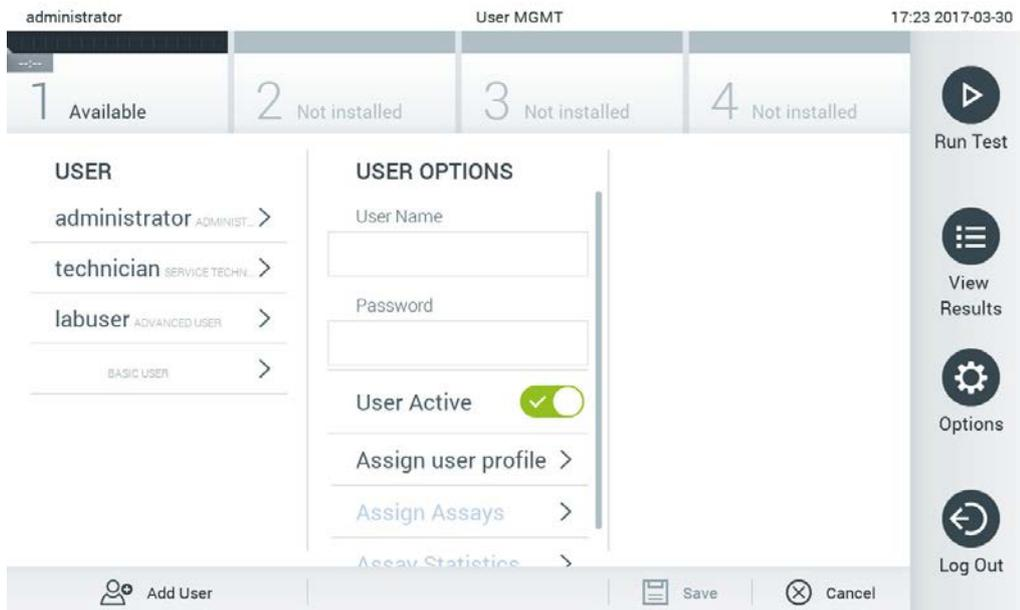

Figura 63. Adición de un usuario nuevo.
1. Pulse el botón Options (Opciones) y, a continuación, el botón User Management (Administración de usuarios) para configurar los usuarios. Aparecerá la pantalla User Management (Administración de usuarios) en el área de contenido de la pantalla (figura 63).